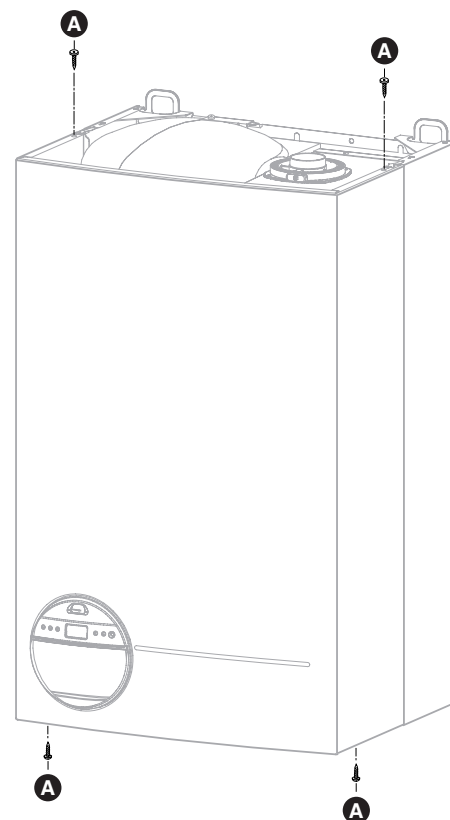

Fig. 7
- dévisser les 4 vis **A** de fixation de l'habillage (fig. 7)